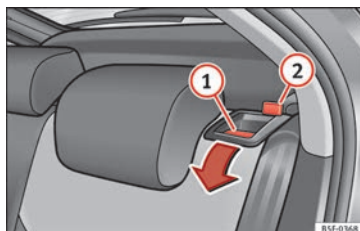

Bild 151 Ryggstöds frigöringsspak.
- Dra frigöringsspaken » **bild 151 1** i pilens riktning.
- Fäll upp ryggstödet tills det låser sig i upprätt läge » **⚠**. När ryggstödet är korrekt fastsatt ska den röda markeringen på fliken » **bild 151 2** inte längre vara synlig.